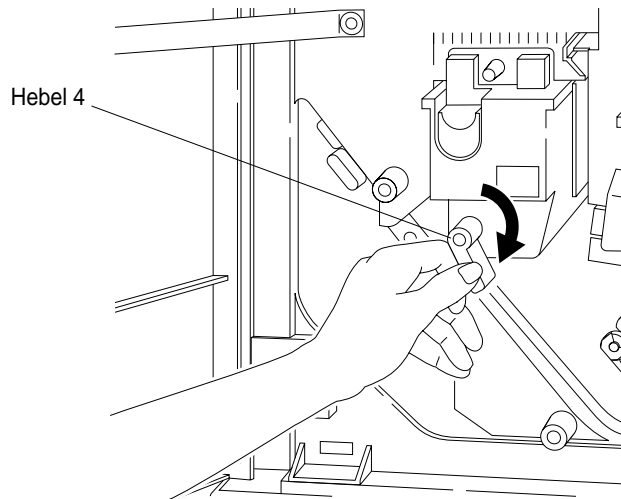

Abbildung 3-56 Öffnen von 4
1. Öffnen Sie die Frontklappe, und drehen Sie den Hebel 4 im Uhrzeigersinn ganz herum (siehe Abbildung 3-56). Das Papier, das gerade die Fixiereinheit verlassen hat, wird auf diese Weise freigegeben.